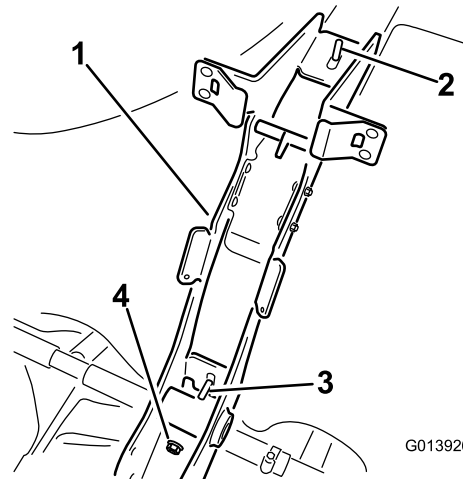

Figura 4
7. Sujete el bastidor principal al fleje del depósito (Figura 4) usando 2 tuercas con arandela prensada (3/8").